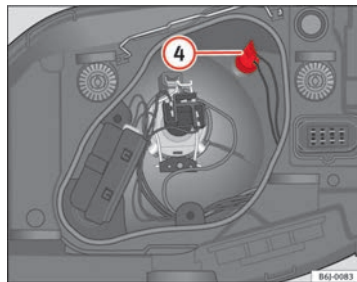

Abb. 155 Standlicht ►
- Nehmen Sie den Lampenträger ④ ⇒ Abb. 155 heraus.
③ Abblendlicht
④ Blinkleuchte